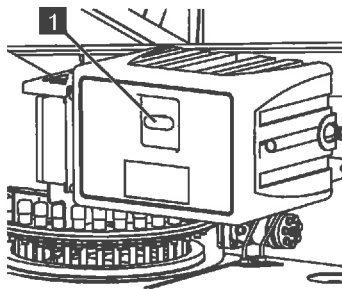

Abb. 215
3. Mit dem Schlüssel für die Staubbox das Schloss (Abb.215/1) gegen Uhrzeigersinn drehen um die Staubbox zu verschließen.
4. Abdeckkappe auf die Verriegelung (Abb.215/1) drücken.